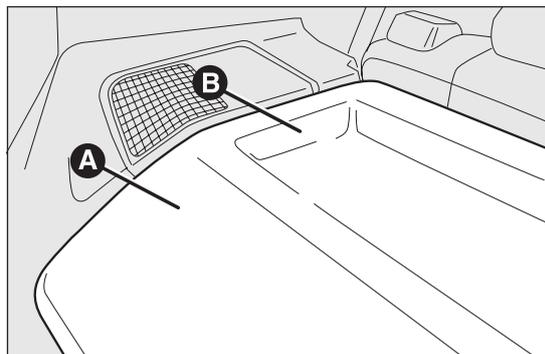
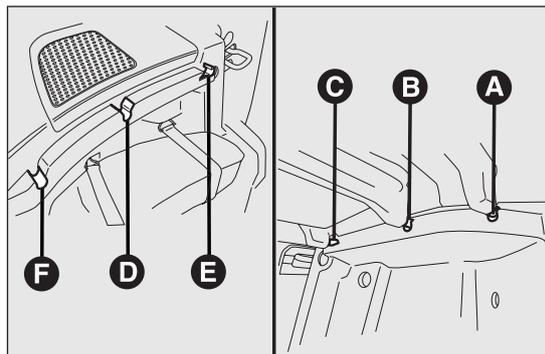

fig. 71
fig. 72
La cappelliera fig. 71 è costituita da due parti.
- aprire il portellone bagagliaio e sollevare la parte anteriore A fig. 71 sganciando il perno A fig. 72 dalla sede F fig. 72;
- sollevare la parte posteriore B fig. 71 sganciando i perni B e C fig. 72 dalla sede D e E fig. 72;